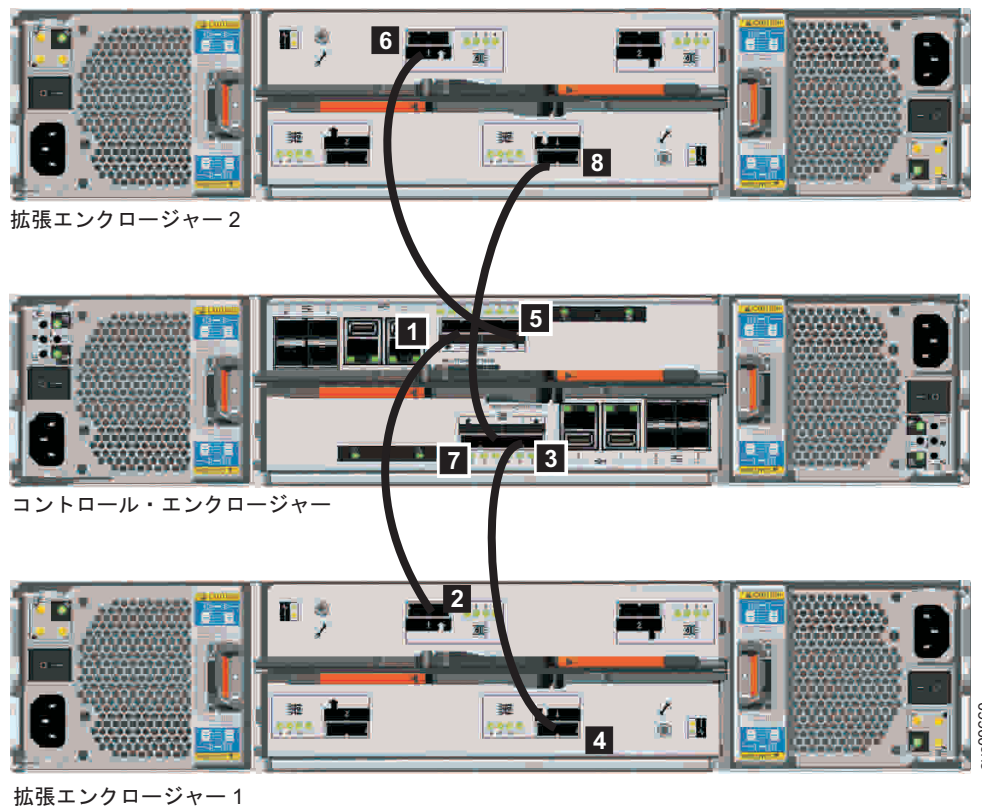

図 46. 2 台目の拡張エンクロージャーの追加
3. コントロール・エンクロージャーの SAS ケーブルを 2 番目の拡張エンクロージャーに接続します (62 ページの図 46 を参照)。2 番目の拡張エンクロージャーはコントロール・エンクロージャーの上にあります。